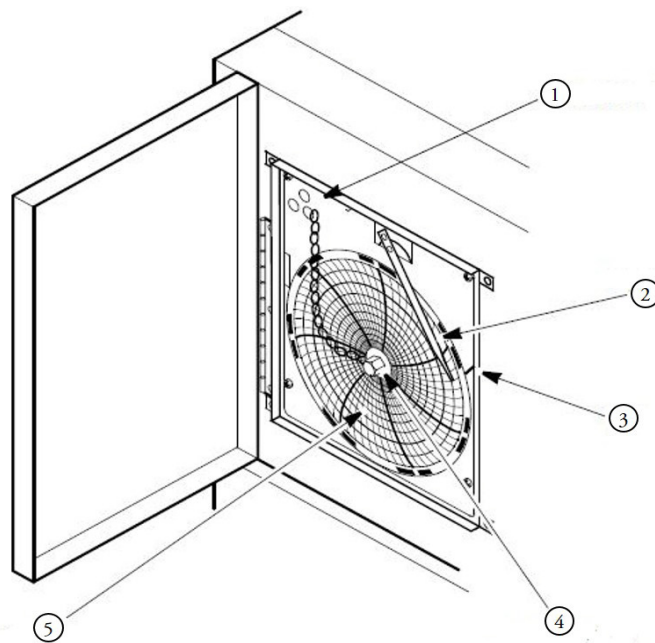

Figura 13. Registratore grafico
3. Svitare il dado centrale, rimuovere la vecchia carta millimetrata, e installare la nuova carta millimetrata. Allineare attentamente il giorno e il tempo con il segno di riferimento sul pannello del registratore (una piccola scanalatura sul lato sinistro del pannello, come mostrato in *Figura 13*).
4. Ricollocare il dado centrale e avvitare bene a mano. Premere nuovamente il pulsante grafico (3) per riprendere la registrazione della temperatura.